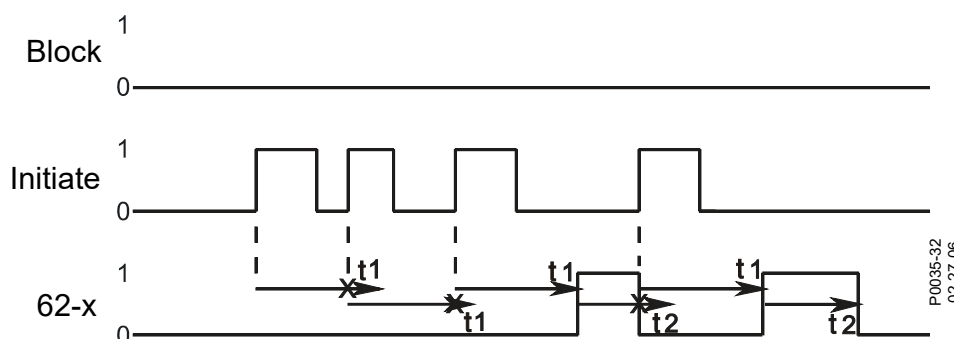

Figure 85-5. Mode Monocoup/Redéclenchable
Étape 2 : L'étape 4 permet de fournir une entrée d'amorçage momentané à la minuterie 62-1 en faisant passer le commutateur 43-1 de l'état Désactivé (OFF) à l'état Activé (ON), puis à nouveau à l'état Désactivé à l'aide d'une impulsion. Vous pouvez afficher les modifications d'état du commutateur 43-1 via l'écran Mesures > Contrôle > Commutateurs virtuels sur le panneau avant.
Étape 7 : Utilisez l'Explorateur des mesures de BESTCOMSP*lus* pour ouvrir l'écran Rapports, Séquence des événements. Vérifiez qu'environ 15 secondes après le deuxième signal d'amorçage Désactivé-Activé (OFF to ON) du commutateur 43-1, la sortie de la minuterie 62-1 est passée sur « vrai ». Vérifiez que la sortie de la minuterie est passée sur « vrai » après que le troisième signal d'amorçage Désactivé-Activé (OFF to ON) ait forcé le redémarrage de la Temporisation 1 de la minuterie 62-1. La Figure 85-5 illustre la relation temporelle entre le commutateur 43-1 et la minuterie 62-1.